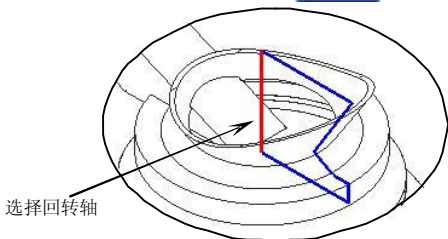
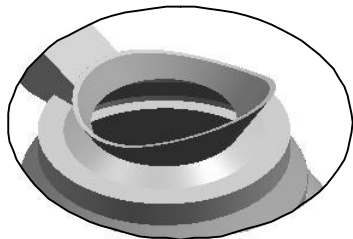

图4-22
图4-23
21. 选择前两步绘制的草图轮廓，在【成形特征】工具条中单击【回转】按钮，弹出【回转】对话框。在【选择步骤】栏中选择【求差】选项，在【结束】输入框中输入“360”，单击 **MB2**，然后选择图 4-22 所示的回转轴，最后单击 **确定** 按钮创建回转切除特征，结果如图 4-23 所示。